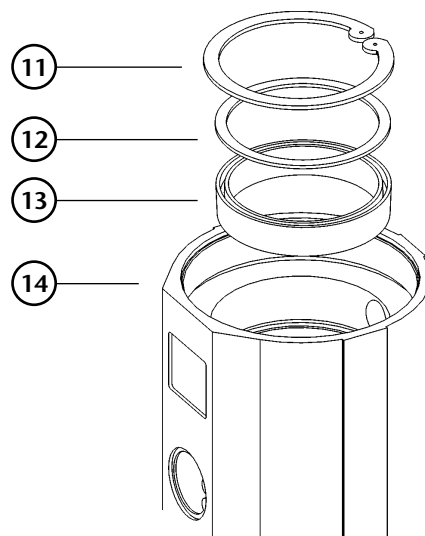

Fig. 10
5. Remove the piston (9) and disassemble the circlip (11), the washer (12) and the seal (13) (fig. 10). Check the piston for scratches and replace damaged parts.
5. Quitar el vástago (9) y desmontar el anillo de seguridad (11), la arandela (12) y el collarín (13) (Fig. 10). Verificar que el vástago no esté rayado y sustituir piezas deterioradas.
5. Retirer le piston (9) et démonter l'anneau de sécurité (11), les rondelles (12) ainsi que le collier (13) (voir Fig.10). S'assurer que le piston n'est pas rayé et remplacer les pièces endommagées si nécessaire.
5. Den Kolben (8) entfernen und den Sprengring (9), die Beilagscheibe(10) und die Dichtung (11) zerlegen (Bild 10). Kolben auf Kratzer prüfen. Evtl. beschädigte Teile ersetzen.
6. Gemäss dieser Anleitung den Zusammenbau Schritt für Schritt in umgekehrter Reihenfolge durchführen. Das Gewinde am Umkehrschalter(4) abdichten.